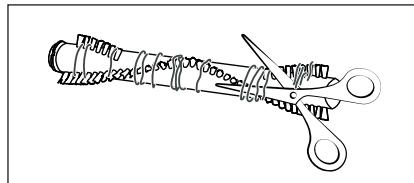

Fig. 28
- 4) Corte los hilos y pelos enganchados a lo largo de las cerdas del rodillo de cepillos 20 con unas tijeras (consulte la fig. 28). Retire los hilos y pelos del rodillo de cepillos 20.